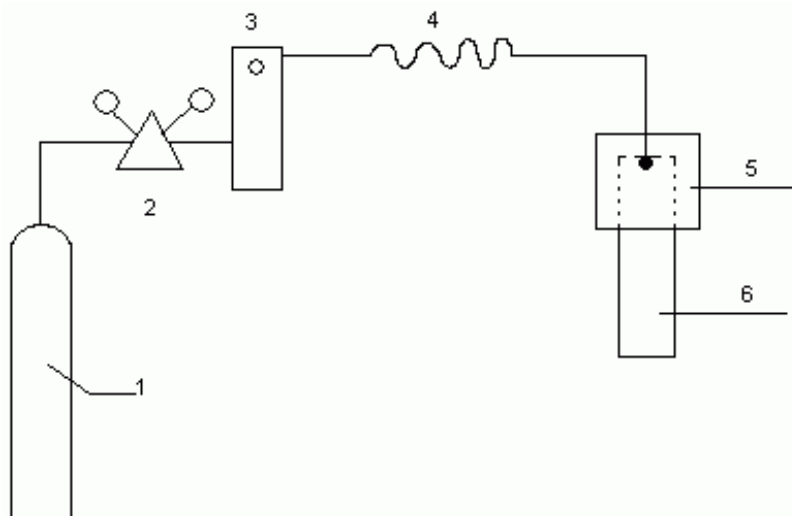
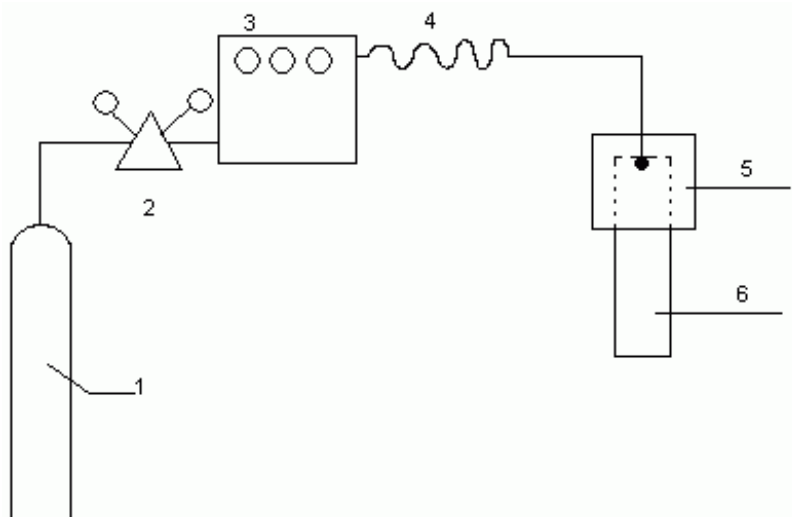
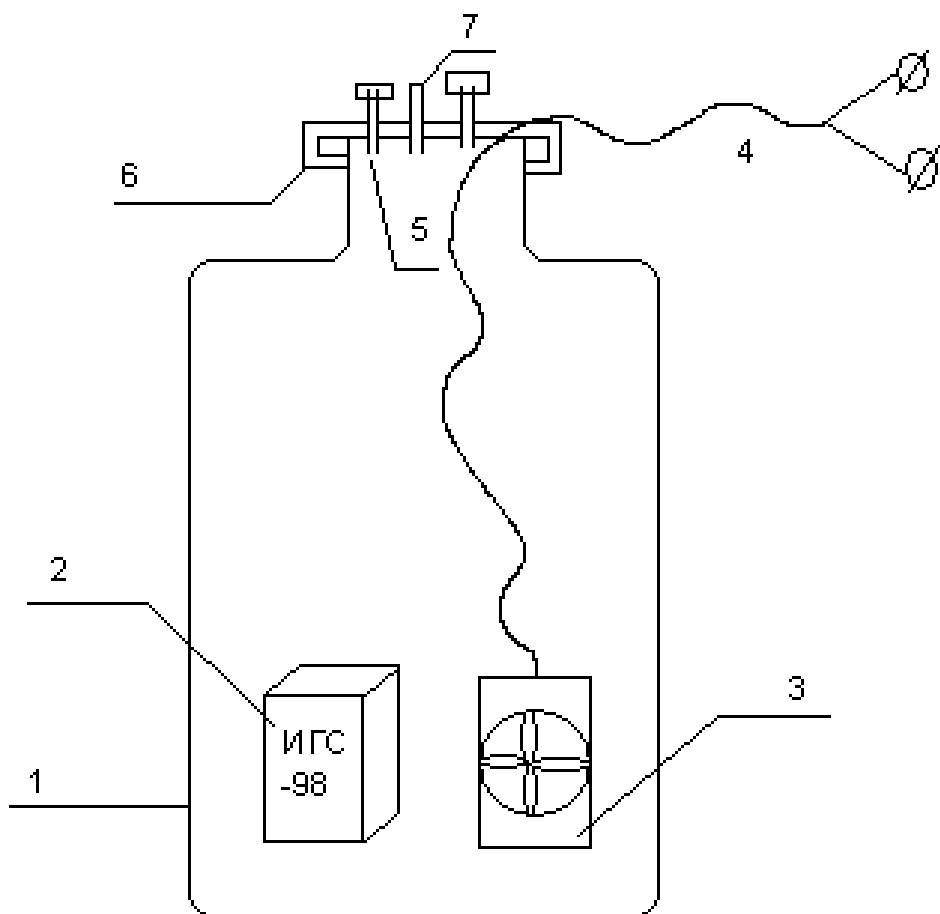

Рис. 2. Схема газовая принципиальная установки для проверки индивидуальных газосигнализаторов серии ИГС-98 от баллонов со сжатыми газами ПГС.
Рис. 3. Схема газовая принципиальная установки для проверки индивидуальных газосигнализаторов серии ИГС-98 от генератора газа.
Рис. 4. Схема газовая принципиальная камеры КГ-3 для проверки индивидуальных газосигнализаторов серии ИГС-98.
5.2. Проверку ГС производят либо с помощью ПГС из баллонов (по схеме на рис. 2), либо с помощью термодиффузного генератора (по схеме на рис. 3), укомплектованного источниками микропотоков с соответствующими веществами в зависимости от анализируемой примеси. Проверку ГС на пары горючих и ЛВЖ производят с помощью дозатора жидкости и камеры известного объема (по схеме на рис. 4).
5.3.1. При работе с газовыми смесями из баллонов (ПГС) собирают газовую схему для проверки ГС (рис. 2). Для этого баллон с ПГС, подключают через понижающий редуктор и ротаметр к прибору. Вместо редуктора можно использовать баллонный вентиль тонкой регулировки. На приборе укрепляют газовую насадку-адаптер НГ-1 (рис. 1). По ротаметру устанавливают требуемый расход газовой смеси. В качестве трубопроводов используют гибкие шланги из ПВХ, а при использовании агрессивных газов - трубопроводами из фторопласта.
можно создавать высокостабильные газовые потоки заданной концентрации разного состава. Для работы собирают установку по схеме на рис. 3. Газовое питание генератора происходит от баллона со сжатым воздухом через понижающий редуктор. От генератора на ГС газовая смесь подается обязательно по фторопластовому трубопроводу из-за агрессивности получаемой газовой смеси
5.5.2. Для этого собирают установку, изображенную на рис. 4. Прибор помещается полностью в камеру через герметичный люк. В камере из прозрачного материала находится вентилятор для перемешивания воздуха, микродозатор жидкой пробы вещества и две герметичные рукавицы для работы с прибором в камере при настройке.
1.5. В настоящее время все ГС серии «В» имеют два типа унифицированных плат: ЭХВ-7 для всех типов электрохимических сенсоров (принципиальная схема рис. 1, расположение элементов рис. 1а) и ТКВ-7 для термокаталитических сенсоров (принципиальная схема рис. 2, расположение элементов рис. 2а).
рис. 2а. Расположение элементов при подключении электрохимических сенсоров